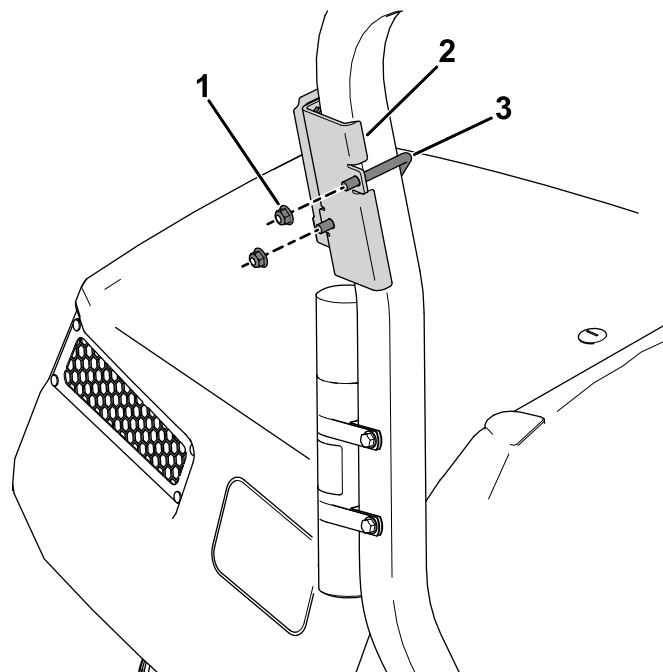

Figura 11
2. Utilize um parafuso em U e dois parafusos flangeados (3/8 pol.) para prender o suporte do dispositivo à área acima do tubo manual da barra de segurança (Figura 11).